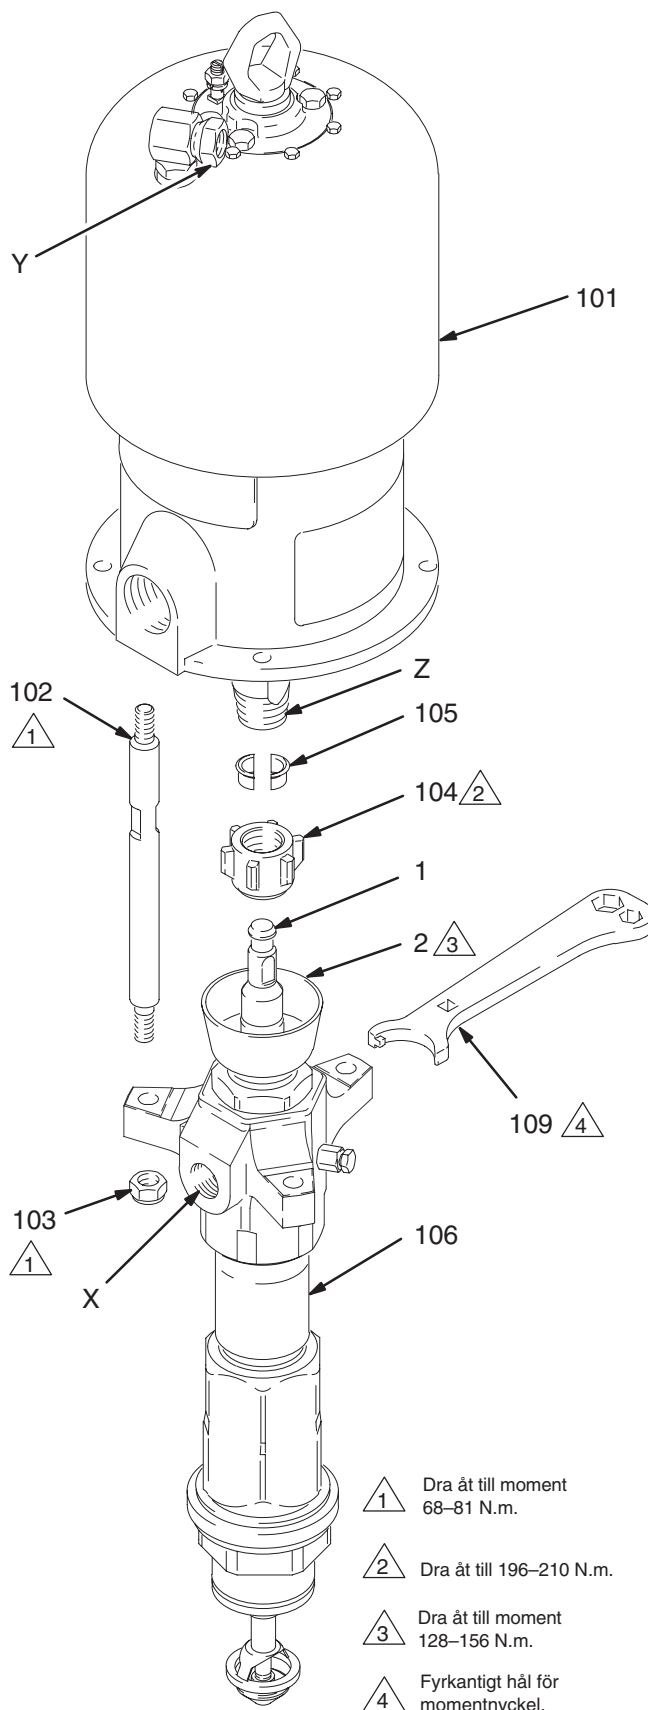

Fig. 6
4. Montera bort kolvumpen (106) från luftmotorn (101) enligt nedan. Se Fig. 6. Se till att notera relativa läget för pumpens vätskeutlopp (X) i förhållande till motorns luftinlopp (Y). Lämna motorn kvar i dess fästen om den inte kräver service.
5. Skruva lossa kopplingsmuttern (104) från motoraxeln (Z). Tappa inte kopplingskragarna (105). Se Fig. 6.
6. Håll fast de plana ytorna på kopplingsstången med en nyckel så att stängerna inte vrider sig. Skruva loss muttrarna (103) från dragstångerna (102). Ta försiktigt bort kolvumpen (106) från motorn (101).
1. Se till att kopplingsmuttern (104) och kopplingskragararna (105) sitter på plats på kolvstången (1). Se Fig. 6.
2. Minst två personer måste hålla kolvpumpen medan en tredje ansluter den till motorn (se **FÖRSIKTIGHET** på sidan 17). Rikta in pumptloppet (X) mot luft- eller hydraulintaget (Y) enligt noteringen i steg 4 under **Bortkoppling av kolvpump**. Sätt kolvpumpen (106) på distansstängerna (102).
3. Skruva på muttrarna (103) på distansstängerna (102) och dra åt till moment 68–81 N.m.
4. Skruva på kopplingsmuttern löst på motoraxeln. Håll fast motoraxeln (Z) med en skiftnyckel så att den inte vrids runt. Dra åt kopplingsmuttern med en skiftnyckel. Dra till moment 196–210 N.m.
5. Dra åt tätmuttern (2) till moment 128–156 N.m.
6. Anslut alla slangar. Koppla in jordledningen igen om den lossades. Fyll på våtkoppen (2) till 1/3 med Graco halstättningsvätska eller motsvarande lösning.